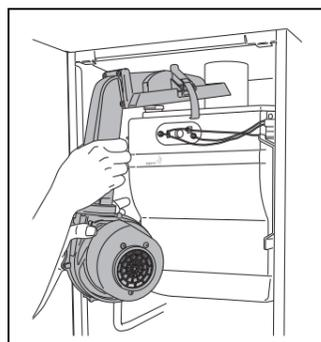

Fig. 8
- Demonteer de gas/lucht-unit met branderdekseel (→ fig. 8).